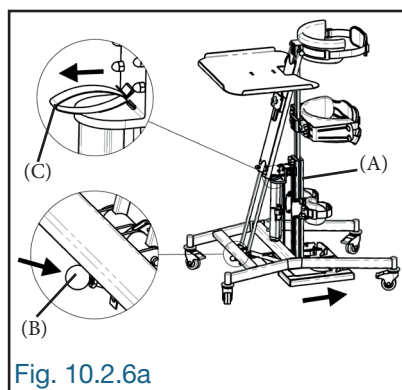

Fig. 10.2.6a
Pour ajuster l'inclinaison du châssis (A) vers l'avant, faire une légère pression avec le bout du pied sur le levier (B) ou tirer légèrement sur la sangle d'activation (C) puis, l'inclinaison se fera d'elle-même. Relâcher la pression sur le levier (B) lorsque l'inclinaison du châssis (A) désirée est atteinte (Fig. 10.2.6a).